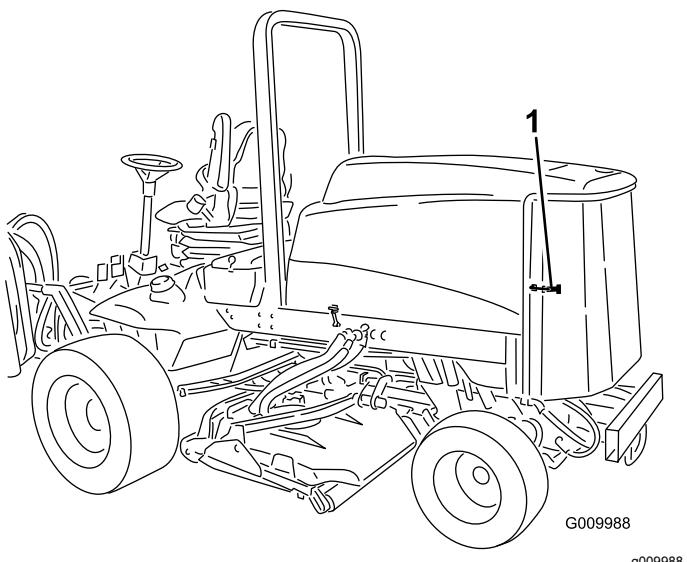

Figura 75
1. Destranque e abra o painel traseiro (Figura 75).